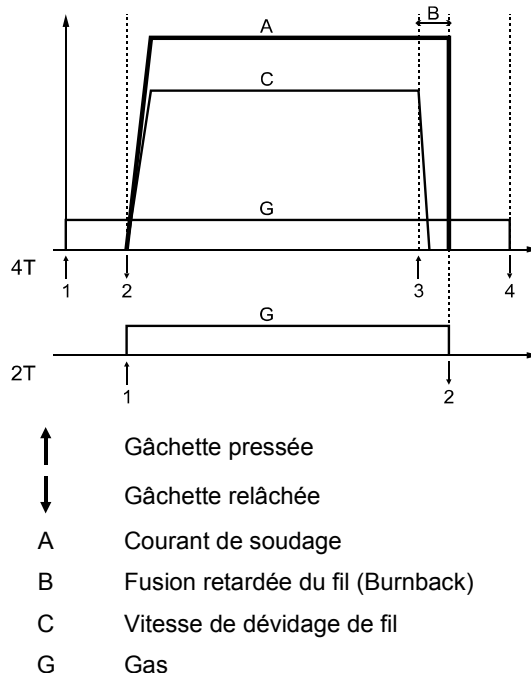

Figure 8.
27. Interrupteur Mode Pistolet : permet la sélection du mode pistolet 2 ou 4 temps. La fonctionnalité du mode 2T/4T est illustrée à la Figure 8.